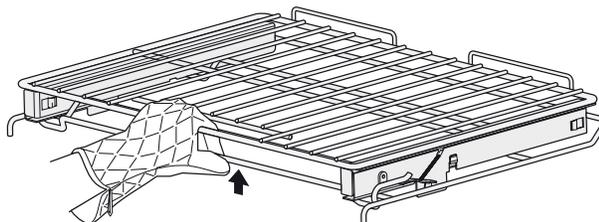

Fig. 1: Saisissez les deux sections de la grille
**Pour la retirer** - Assurez-vous que la grille de cuisson est à la position fermée. Avec une main, passez à travers l'ouverture de la poignée et saisissez les parties supérieures et inférieures de la grille à glissière, comme indiqué à la Figure 1.